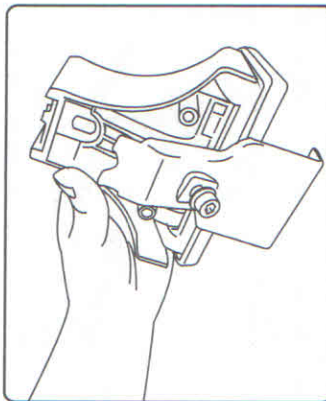

рис. 9
7. Возьмите опору, подготовленную на основании п. 1, стр. 1., с соответствующей резиновой подушкой. Помните, что прижимы, также как и подушки могут отличаться на передних и задних дугах, поэтому следуя информации, указанной в таблице сборки (см. приложение), соберите комплект для передней или задней дуги. Вкрутите болт в опору багажника на 3-4 оборота (рис. 9).
10. Убедитесь в том, что двери автомобиля при закрытии не задевают прижимы (рис. 9).